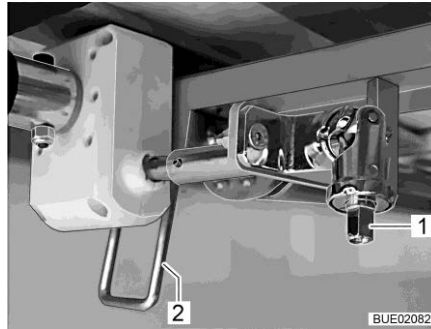

Bild 137 Höjdinställning
- Sätt veven på tappen (Bild 137,1).
- Sväng spaken (Bild 137,2) nedåt i lodrätt läge.
- Sväng spaken (Bild 137,2) uppåt i vågrätt läge.